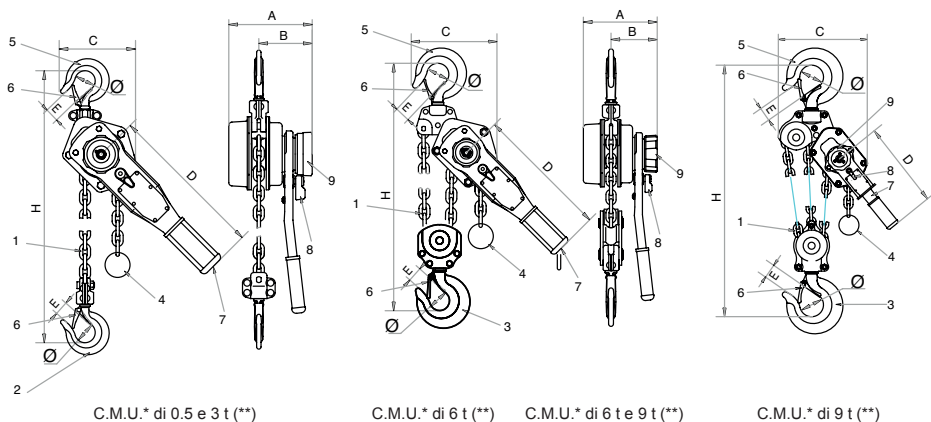

Fig. 1
Il paranco bravo™ viene fornito equipaggiato con una catena di sollevamento (rif. 1, fig. 1) di altezza di
sollevamento standard di 1.50 m. I modelli da 0.5 ton. a 3 ton. sono a catena singola con gancio di sollevamento all'estremità (rif. 2, fig. 1). La catena di sollevamento (rif. 1 fig. 1) del modello 6 t è costituita di 2 fili e di un gancio di sollevamento con bozzello (rip. 3, fig. 1). La catena di sollevamento (rif. 1 fig. 1) del modello 9 t, è costituita di 3 fili e di un gancio di sollevamento con bozzello (rep. 3, fig. 1).
L'estremità libera della catena è corredata di un fermo di fine corsa bassa (rif. 4, fig. 1).
1. Verificare che il paranco bravo™ sia correttamente sospeso al suo gancio di sospensione (rif. 5, fig. 1) e
che la linguetta di sicurezza del gancio (rif. 6, fig. 1) sia ben chiusa (vedere fig. 2 e 3).
Il paranco bravo™ è manovrato per mezzo di una leva (rif. 7, fig. 1), azionata dall'operatore con un movimento di andata/ritorno per alzare o calare un carico, tirare o applicare una tensione.
2. Posizionare la manopola del selettore (rif. 8, fig. 1) di movimento in posizione neutra "0".
3. In assenza di carico (rep. 9, fig. 1), far ruotare il volano in senso antiorario per aprire il freno; la catena è libera.